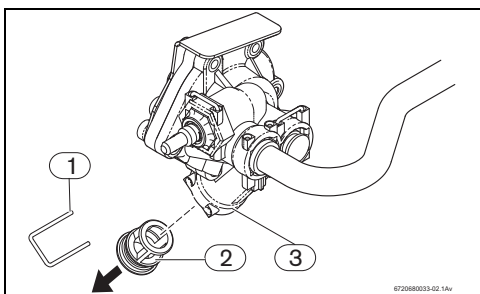

Fig. 9 Purga
- ▶ El aparato no deberá instalarse en lugares cuya temperatura ambiente pueda ser inferior a 0 °C. En caso de que exista riesgo de congelación, desconectar y purgar el aparato (→ Fig. 9).